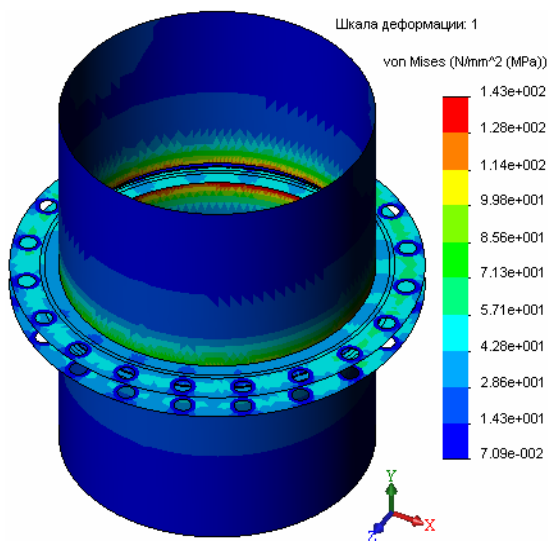

Рис. 7.8. Эквивалентные напряжения по Мизесу
8. В контекстном меню выбрать «Запуск». В случае удачного расчета в дереве конструирования появится строка *Результаты*. В ней отображены результаты вычислений. При нажатии левой кнопкой мыши на каждый из результатов появляется соответствующие диаграммы (рис. 7.8).